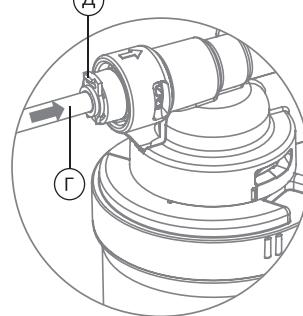

Рис. 9
- Вставьте трубку в фитинг на вход в фильтр через цанговое кольцо (Γ) и стопорную клипсу (Δ) до упора (рис. 9). Для герметизации соединения, приложите дополнительное усилие, при этом трубка утопится еще примерно на 3 мм и будет плотно обжата резиновым кольцом фитинга. Аналогичным способом подключите трубку в фитинг на «выход» из фильтра.